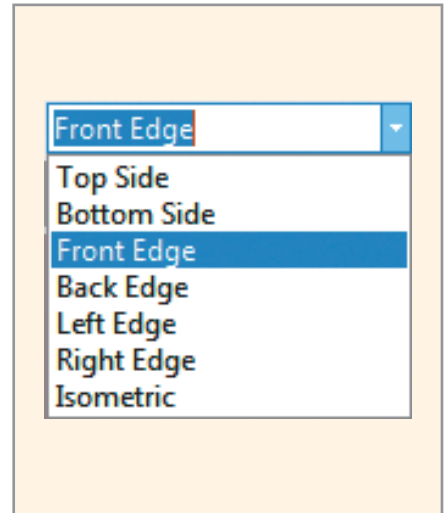

Рис. 10. Выбор отображения платы в режиме 3D
- *Управление в режиме 3D* – имеется возможность выбрать режим 3D-просмотра платы (см. рис. 10), включая Top (Сверху), Bottom (Снизу), Front (Спереди), Back (Сзади), Left (слева), Right (Справа) и Isometric (Изометрия).